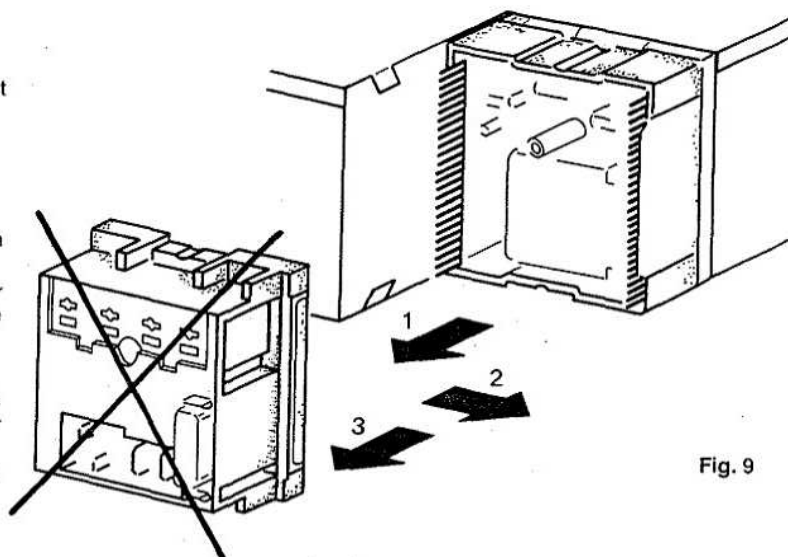

Fig. 9
2. Anschlußkästchen herausziehen, siehe Fig. 9.
2. Pull out the connection box, see fig. 9.
2. Retirer la boîte de jonction, voir fig. 9.
2. Вытащите соединительную коробку, см. рис. 9.